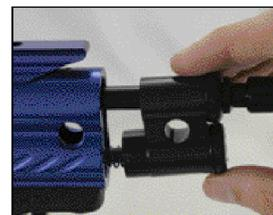

Figura 11
4. Tome el conjunto de la maza y comience lentamente a tirar hacia afuera de la marcadora el conjunto cerrojo y percutor. Ver Figura 11.